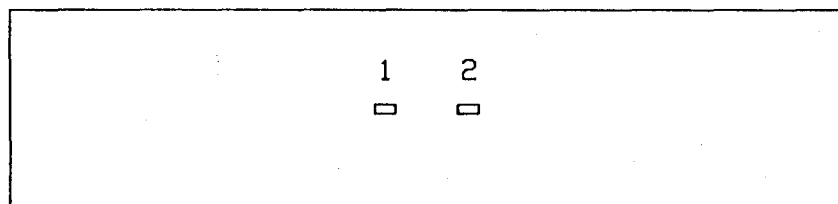
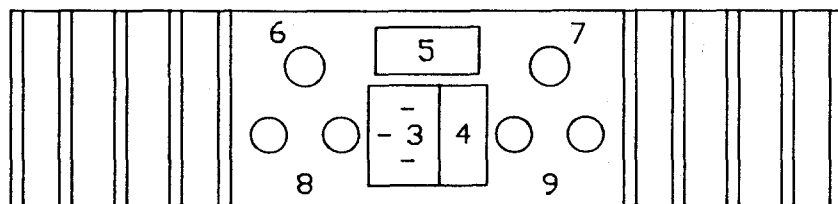

fig 1
fig 2
Après avoir vérifié que la tension secteur correspond bien à la tension nominale de l'amplificateur, raccorder Microamp au secteur par la prise AC (3 fig 2) .
Vérifier qu'il est éteint (Led 1 et 2 fig 1 non illuminées) sinon actionner l'interrupteur (5 fig 2) de mise hors-tension .
Mettre la source , le préampli , puis l'amplificateur sous tension (5 fig 2) dans cet ordre .
- Leds éteintes : pas de tension secteur ou fusible secteur (4 fig 2) coupé .